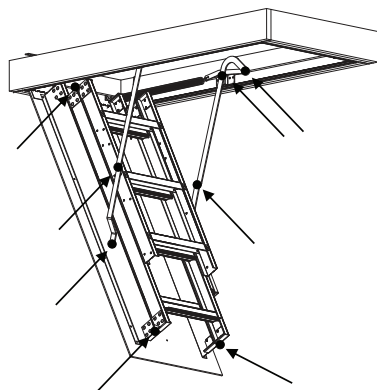

Figure 24 Points de lubrification
3. Lubrifiez (silicone en vaporisateur recommandé) périodiquement les points de pivot des mécanismes de bras pliant droit et gauche (ensembles de bras) et chacune des charnières pour assurer un fonctionnement souple et durable de l'échelle. Suivez les flèches qui se trouvent à la figure 24.